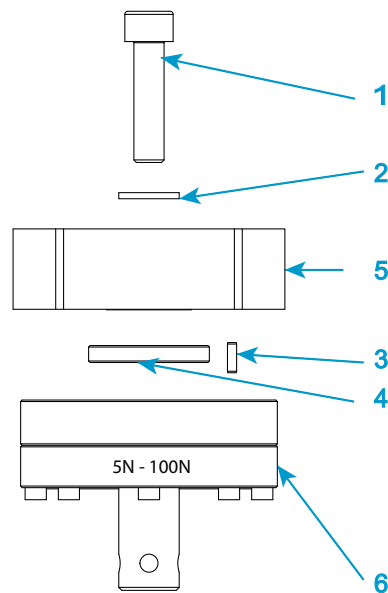

Abbildung 15. Einen Kraftaufnehmer der Serie 2530 installieren - Nennkräfte 5 N bis 100 N
Legende für Abbildung 15
1. Siehe Abbildung 15 auf Seite 88 und die entsprechende Legende.